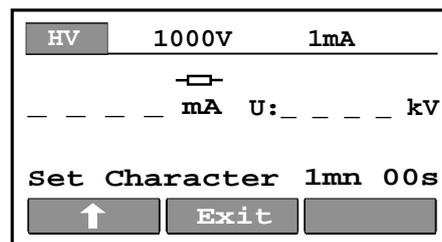

Fig.5. Menú de selección de carácter de intensidad de ensayo
- **Carácter de la intensidad de ensayo visualizado (fig. 5)**